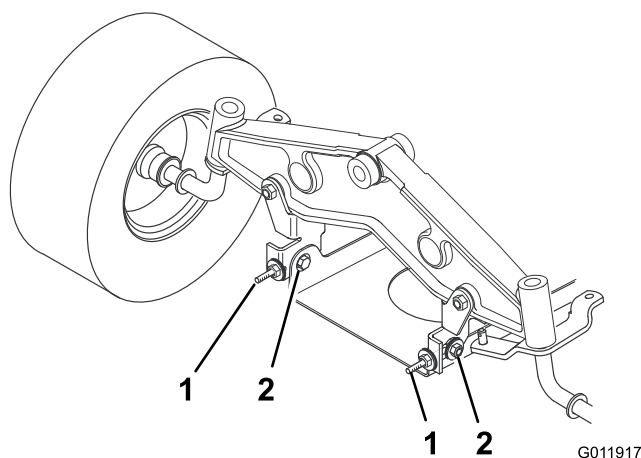

Figure 16
14. Pour régler l'inclinaison avant/arrière des lames, desserrez légèrement les boulons de fixation de la plaque de pivot avant (Figure 16).
15. Tournez les contre-écrous des boulons à œil pour modifier le réglage (Figure 16). Pour relever l'avant du plateau de coupe, serrez les contre-écrous des boulons à œil ; pour abaisser l'avant du plateau de coupe, desserrez les contre-écrous des boulons à œil.
17. Quand l'inclinaison avant/arrière est correcte, resserrez les boulons de fixation de la plaque de pivot (Figure 16).